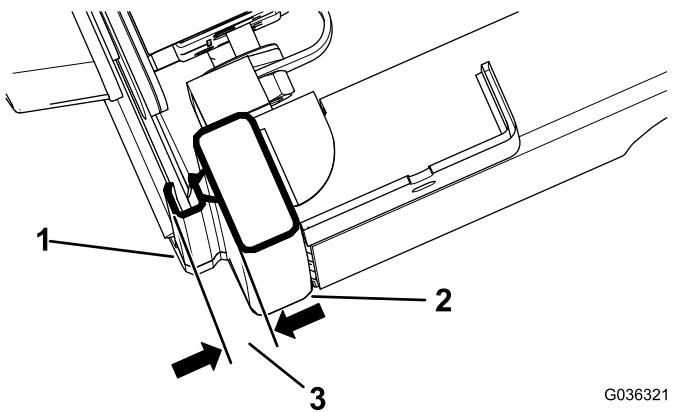

Figure 5
- Fermez complètement la porte et mesurez la hauteur du joint bulle jusqu'à la surface d'étanchéité du longeron de cabine, et vérifiez que la hauteur est comprise entre 1,9 et 2,2 cm, comme montré à la Figure 5.